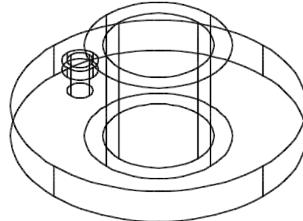

图 14-28 “移动”小圆柱示例
- 6) 选择“修改”面板→“移动”命令，选取 $\phi 10$ 小圆柱为移动对象，移动距离 10，或捕捉 $\phi 7$ 的圆心，完成移动，如图 14-28 所示。